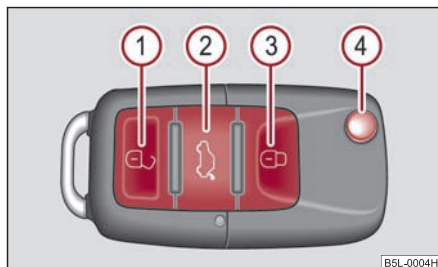

Fig. 41 Clé à radiocommande
- Appuyez sur la touche **2** pendant 1 seconde environ ⇒ fig. 41.